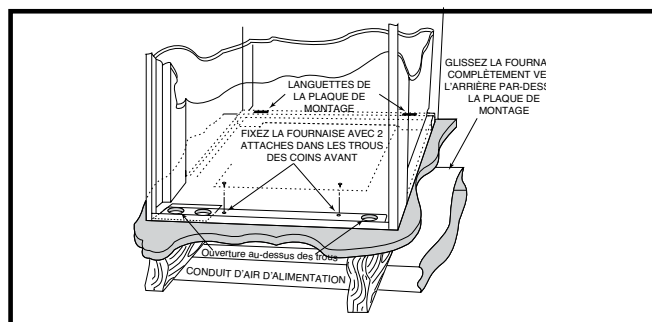
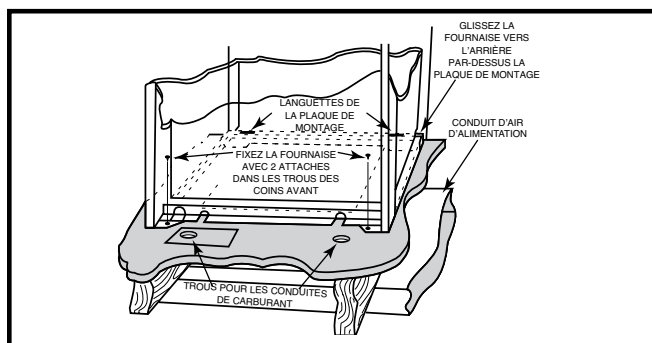

Figure 15. Fournaise de placard « A » et « B »
Figure 16. Fournaise de placard « A » sur armoire à serpent
Les côtés et l'arrière de la fournaise peuvent être couverts d'un cadre mural comme dans un placard ou une alcôve. Les dimensions de la pièce ou de l'alcôve doivent convenir à la taille complète des dégagements de la fournaise et de l'installation spécifiés dans le Figure 4 \(page 5\) et dans la page 4. La fournaise doit être raccordée adéquatement au système d'alimentation et de reprise d'air tel que montré dans la Figure 15 \(page 9\) et la Figure 16 \(page 9\).
4. Fixez le devant avec une (1) ferrure dans chaque coin. Consultez la Figure 15 et la Figure 16.